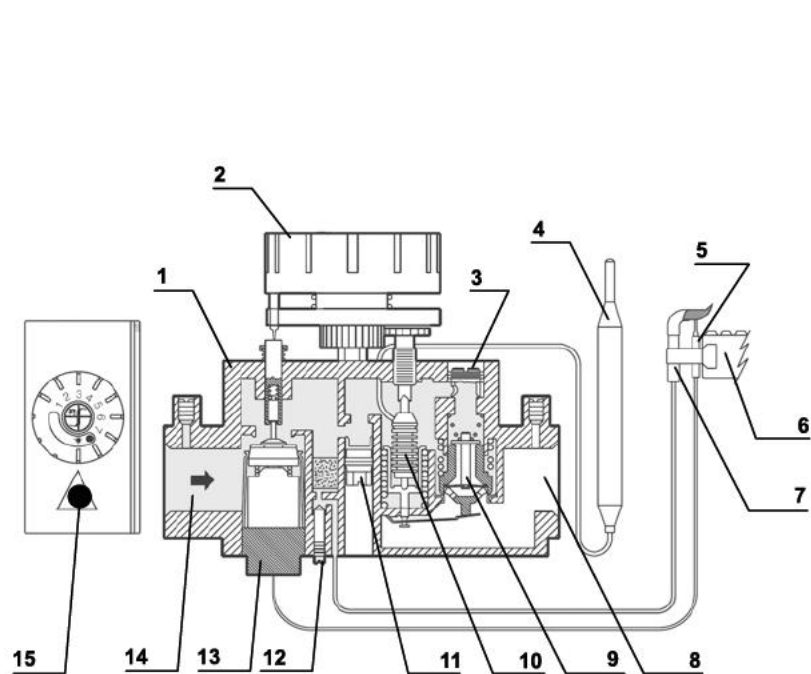

Рисунок 3. Схема автоматики принципиальная.
- 5.5. Котел укомплектован газогорелочным устройством с термоэлектрической автоматикой регулирования и безопасности CV-30 (Германия) или EUROSIT (Италия). Схема приведена на рис.3. Автоматика имеет стабилизатор давления газа перед основной горелкой, режим «малое пламя» и пьезорозжиг. Автоматика состоит из электромагнитного клапана, термопары, терморегулирующего клапана, манометрического сильфона, капиллярной трубки, термобаллона.
- 7.1. Проверьте, чтобы газовый кран перед котлом был в положении «закрыто». Ручка управления 2 была установлена до упора поворотом по часовой стрелке в позицию «выключено» (●). (рис.3)